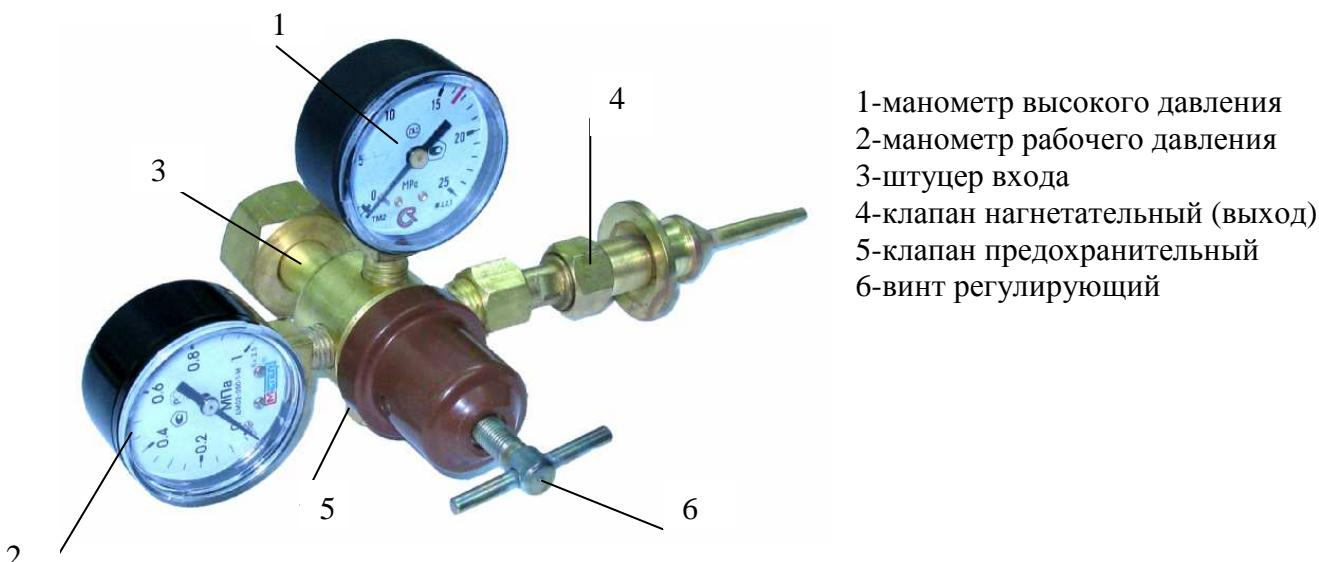

Рис.1 Редуктор БГО-5
4.1 Внешний вид редуктора представлен на рис.1